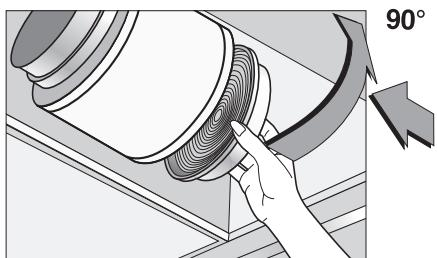

Fig.7
• Sostituzione delle lampade alogene (Fig.7).